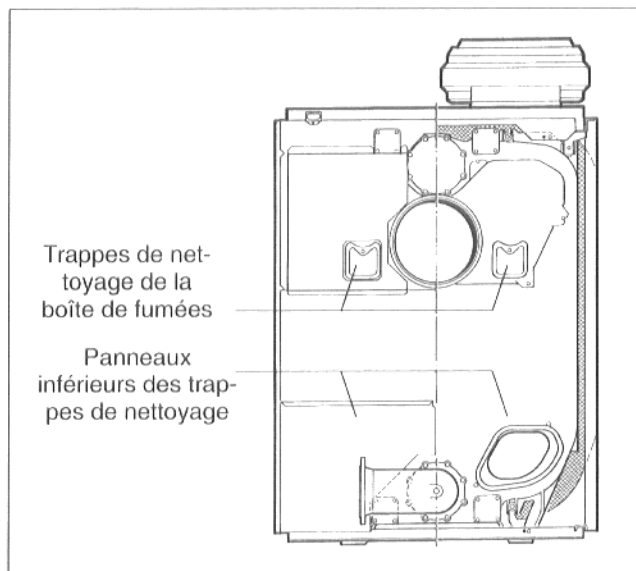

Fig. 61
- Ouvrir la trappe de nettoyage de la boîte à fumées (Fig. 61).
- Dépendre les panneaux de la trappe de nettoyage arrière, du bas des parois latérales et retirer les trappes de nettoyage (Fig. 61).